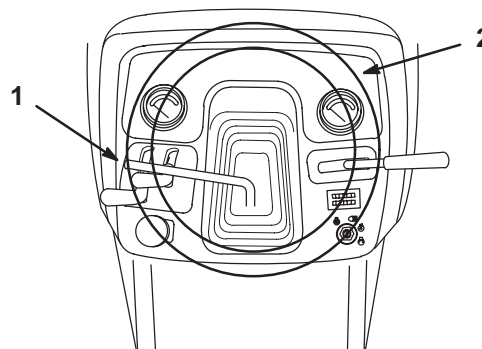

Figure 25
1. Soulevez le levier d'inclinaison pour débloquer le volant (Fig. 25).